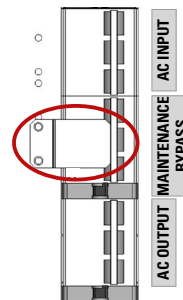
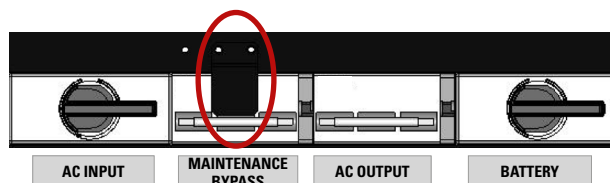

Fig. 62. Bloqueo mecánico del interruptor de bypass de mantenimiento del SAI, equipos 30 kVA y 40 kVA.
Fig. 63. Bloqueo mecánico del interruptor de bypass de mantenimiento del SAI, equipos 50 kVA, 60 kVA y 80 kVA.
5. Retirar el bloqueo mecánico del interruptor de bypass manual del SAI: destornillar los tornillos provistos, y retirar la tapa metálica (ver Fig. 62 y Fig. 63).
10. Reponer el bloqueo mecánico del interruptor de bypass manual del SAI: atornillar la tapa metálica con los tornillos provistos (ver Fig. 62 y Fig. 63).